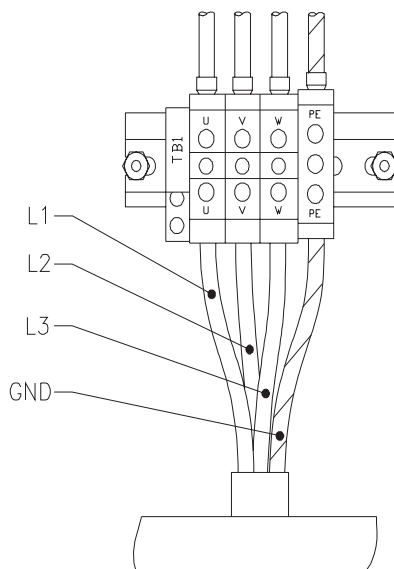

Рис. d-3 Подключения силового кабеля к клеммной доске TB1
- Подсоедините провода L1 L2 и L3 к клеммам U, V, и W доски ТВ1 соответственно (см. рис. d-3). Убедитесь в надежности подключения всех соединений во избежание перегрева.
- Подсоедините провод заземления к клемме PE на доске ТВ1 (см. рис. d-3).